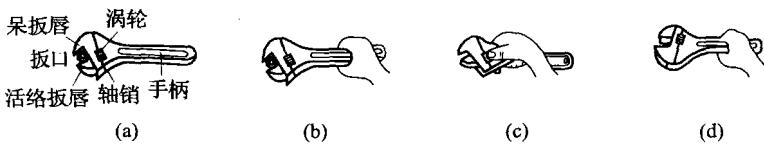

图 1-4 活动扳手
扳手是用来紧固和松开螺母的一种常用工具。常用扳手有活动扳手、呆扳手、梅花扳手、两用扳手、套筒扳手、内六角扳手、扭力扳手、专用扳手等，各种扳手都有其不同的规格。活动扳手的钳口可以在规定的范围内任意调整大小，使用方便，故普遍采用，并作为电工常用工具。其结构如图 1-4(a)所示，它主要由头部和柄部两部分组成。头部由活动扳唇、呆扳唇、扳口、涡轮、轴销和手柄等部分组成，活动扳手的规格用“长度×最大开口宽度”表示，单位为 mm，例：150×19 表示长度为 150mm，开口宽度为 19mm。
(1) 根据螺母的大小，用两手指旋动涡轮以调节扳口的大小，将扳口调到比螺母稍大些，卡住螺母，再用手指旋涡轮使扳口紧压螺母；
(2) 扳动大螺母时力矩较大，手要握在近柄尾处，如图 1-4(b) 所示；
(3) 扳动小螺母时力矩较小，又因为螺母过小容易打滑，手应握在近头部的地方，施力时手指可随时旋调涡轮，收紧活动扳唇，以防打滑，如图 1-4(c) 所示；
(4) 活动扳手不可反用，以免损坏活动扳唇，如图 1-4(d)。也不可用钢管接长柄施力，以免损坏扳手；
(5) 不应将活动扳手作为撬棒和锤子使用。